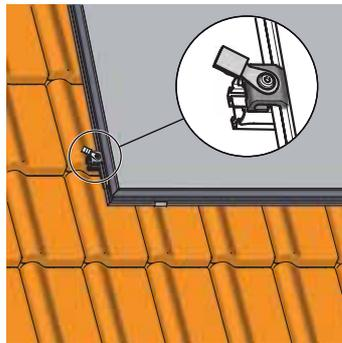

Figura 3-19 Inserire la piastrina di bloccaggio singola con il dispositivo di compensazione del potenziale e avvitare saldamente
- Inserire la piastrina di bloccaggio singola con dispositivo di compensazione del potenziale nella posizione del collegamento di ritorno nel profilo di montaggio e avvitare saldamente con la chiave a esagono cavo (Figura 3-19).